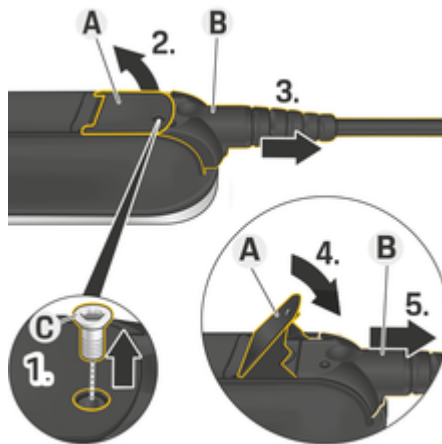

Fig. 8: Desconectando cabos
1. Remova o parafuso **C** (Fig. 8) usando uma ferramenta adequada.
2. Levante a alavanca **A** (Fig. 8).
3. Puxe o conector **B** (Fig. 8) até sentir a resistência pela primeira vez.